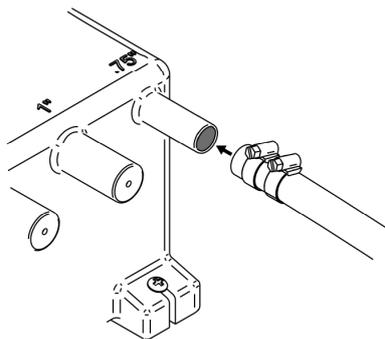

Figura 7 – Fissaggio del tubo flessibile all'apertura del pozzetto di raccolta
**Passo 3:** Fissare tutte le tubazioni flessibili alle aperture selezionate usando delle fascette per tubi flessibili adeguate, come illustrato nella figura 7. Verificare che non siano presenti perdite. Non serrare eccessivamente le fascette per tubi flessibili.